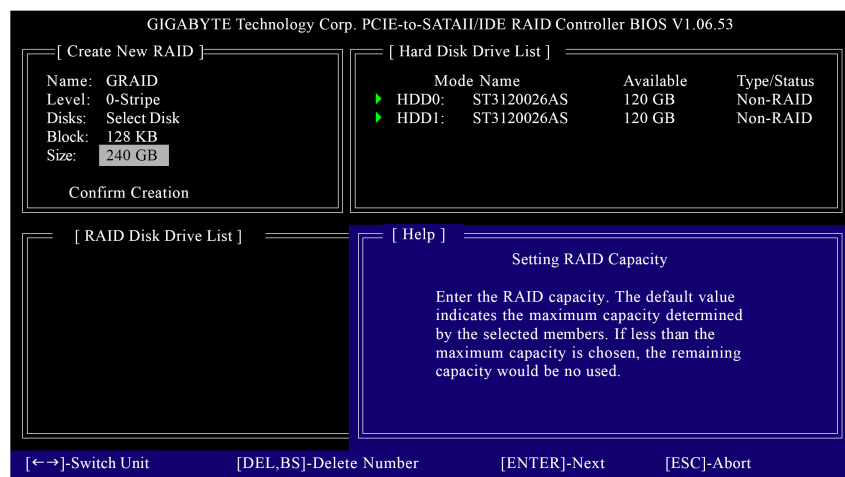

図 8
- Set Array Size: Size 項目に、アレイのサイズを入力し(図 8)、ENTER を押します。